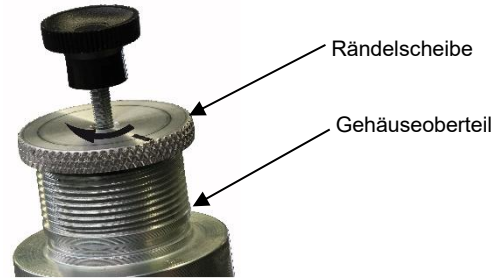

Abb.5
Danach die Rändelscheibe ca. drei Umdrehungen im Uhrzeigersinn weiter gegen das Gehäuseoberteil (106) aufschrauben (Abb. 5).